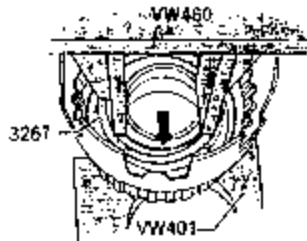

图 7-126 拆卸和安装卡环
(1) 拆卸和安装卡环。用 3267 向下压弹簧支撑板，以便拆卸和安装卡环，如图 7-126 所示。注意不要损坏离合器球阀。